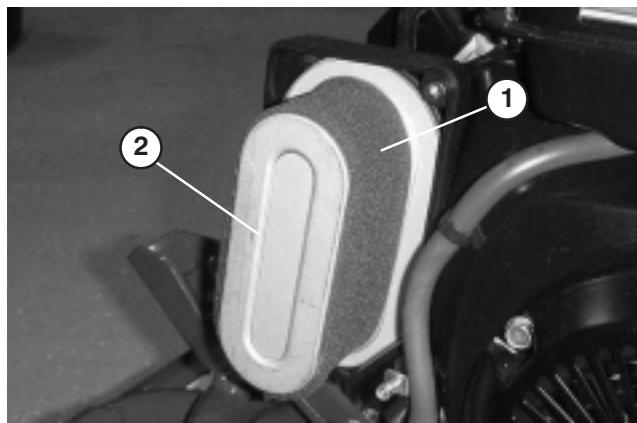

Bild 31
3. Entfernen Sie den Schaumeinsatz, wenn dieser verschmutzt ist, vorsichtig vom Papiereinsatz (Bild 31). Reinigen Sie ihn gründlich.